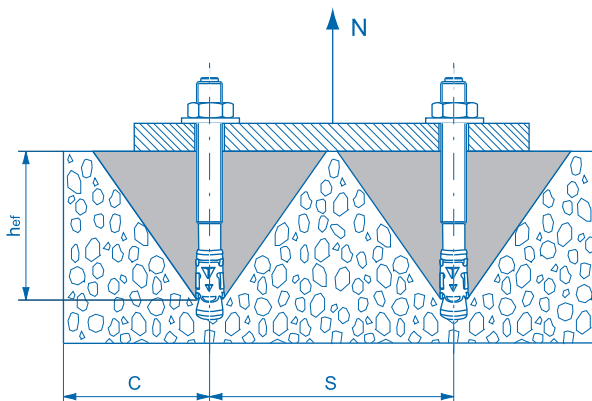

Рис. 14
**Осевое расстояние  $S$**  (рис. 14) — расстояние между осями соседних анкеров
**Краевое расстояние  $C$**  (рис. 14) — расстояние от оси анкера до «края» базового основания